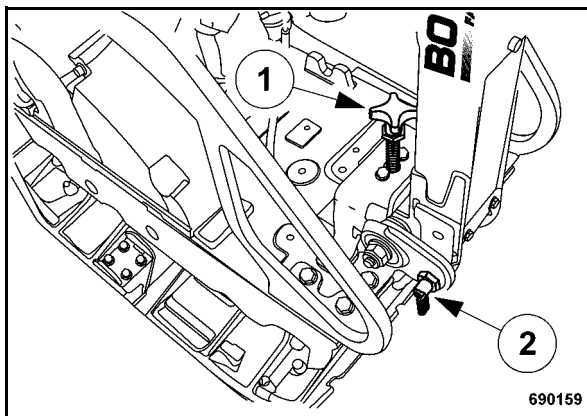

Fig. 12
- Sacar y girar el perno de encastre (1) (Fig. 12).
- La barra de tracción con ajuste de altura (1) hay que ajustar a la altura corporal requerida.